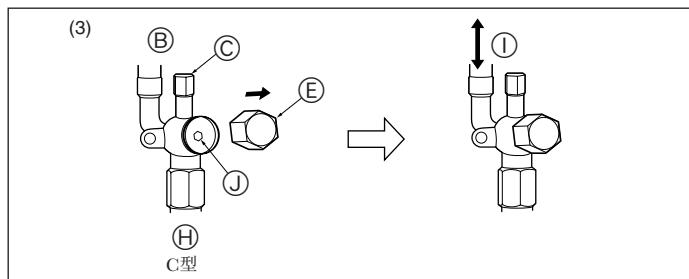

Fig. 5-8
(3) C型 (Fig. 5-8)
④ 阀门	⑥ 完全开启
⑧ 机组侧	⑧ (单侧安装) 致冷剂管侧
⑨ 检修口	① 致冷剂流入方向
⑩ 把手	② 扳手孔
⑪ 盖子	⑩ 操作部分
⑫ 完全关闭